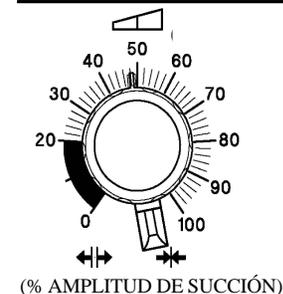

FIGURA 10
- La frecuencia de succión puede establecerse por medio del ajuste de la perilla de la frecuencia de succión aun y cuando la bomba esté en operación. (Vea la Figura 10)